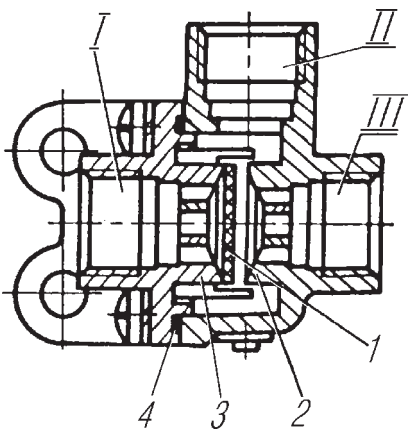
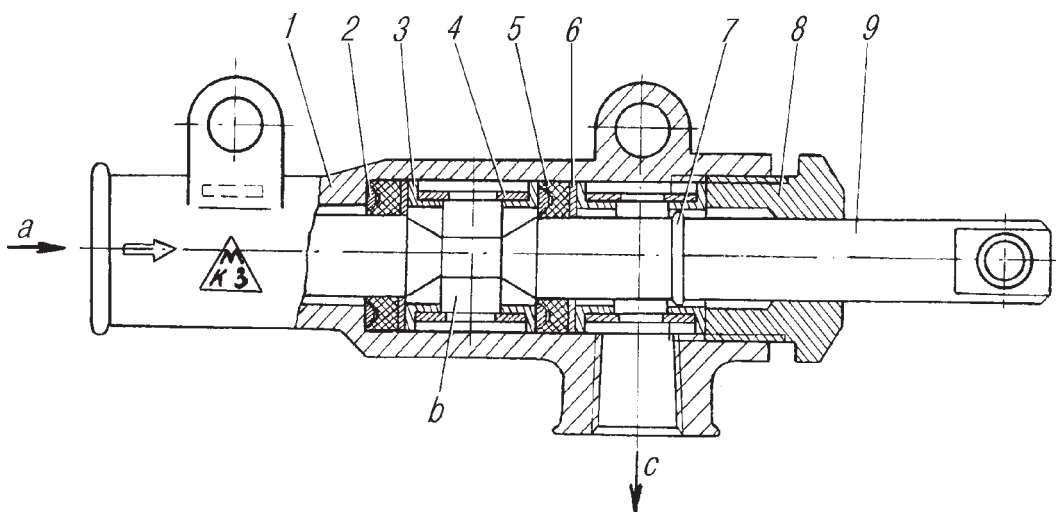
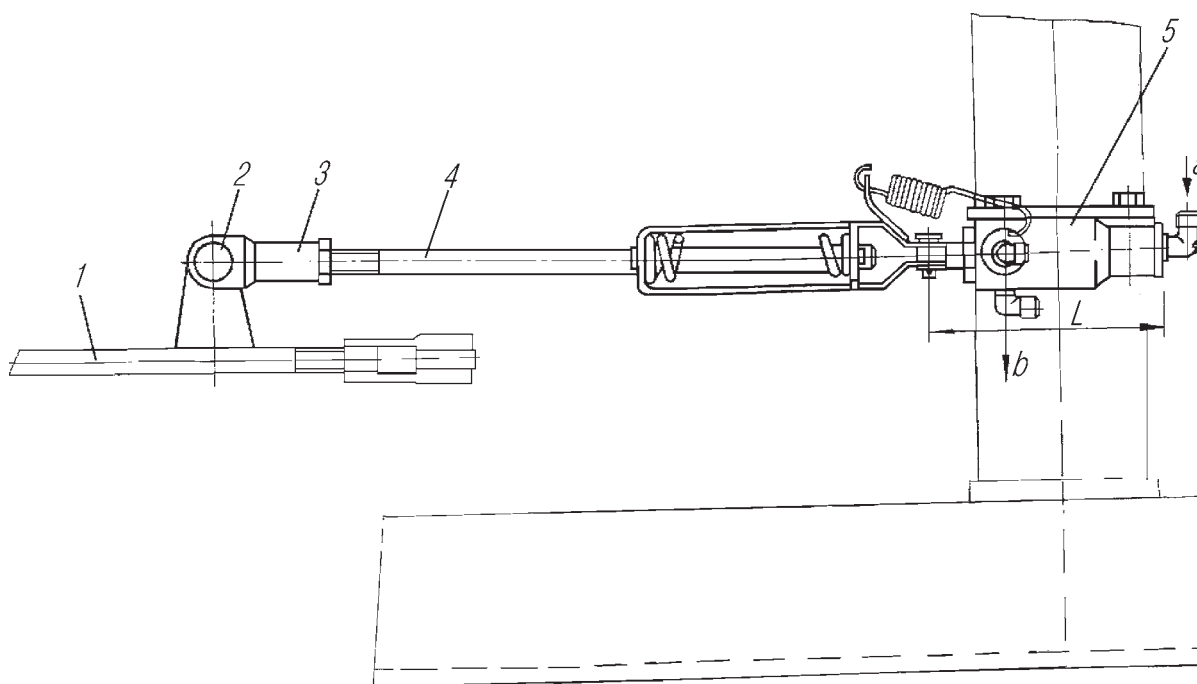

Рис. 75. Клапан двухмагистральный перепускной:
Рис. 76. Кран управления стояночным тормозом:
Рис. 77. Установка крана управления стояночным тормозом прицепа:
**Двухмагистральный клапан** (рис. 75) служит для подачи воздуха к клапану прицепа при пользовании кнопкой крана отключения тормозов прицепа.
**Кран управления стояночным тормозом прицепа** (рис. 76) предназначен для управления тормозами прицепа при затормаживании автомобиля стояночным тормозом и установлен на третьей поперечине рамы. С тягой привода стояночного тормоза он соединен тягой с пружинным компенсатором. При опущенном рычаге
стояночного тормоза воздух из баллона через вывод «в» крана управления поступает к выводу II (см.рис. 75) клапана управления тормозами прицепа с двухпроводным приводом. При включении стояночного тормоза золотник крана управления смещается, соединяя вывод II с атмосферой через вывод «с» (см.рис. 76), далее привод тормоза прицепа работает, как указано выше. Для проверки установки крана управления установить рычаг стояночного тормоза в нижнее положение. Вращая вилку 3 (рис. 77), совместить отверстия вилки и ушка тяги 1, установить палец 2 и законтрить вилку 3, обеспечив размер  $L = 122-124$  мм.